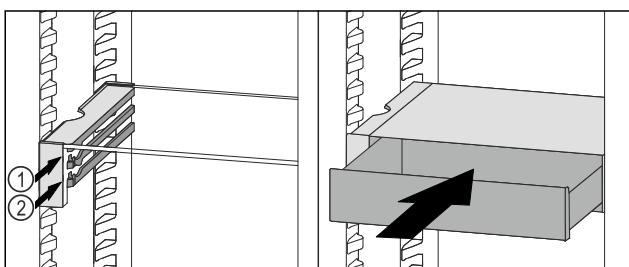

Fig. 130
- Встановити висувний ящик VarioSafe за стопорами на потрібне ребро Fig. 130 (1) або Fig. 130 (2).